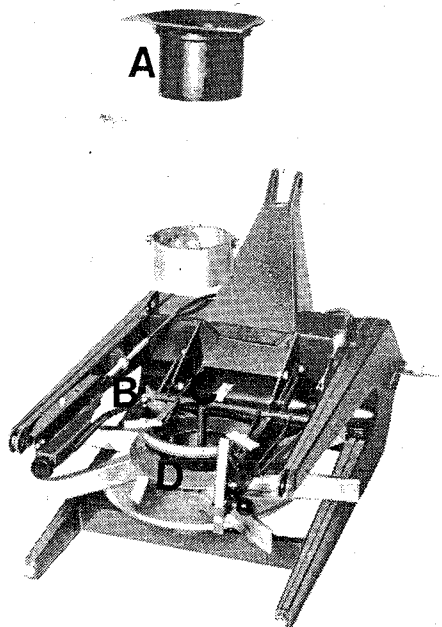

Fig. 23
- Løsn bolten B og afmonter gødningsskålen A ved at dreje den fri af sit styr. (Fig. 23)
- Loosen the bolt B and dismount the dosing cup A by turning it free of its guide. (Fig. 23).
- Lösen Sie die Schraube B und bauen Sie den Dosierbehälter A ab. (Fig. 23).
- Pour nettoyer le pourtour de la goulotte de distribution (A), la démonter (Fig. 23) simplement en dévissant le boulon (B) et en la faisant tourner dans ses guides
- Dévisser également l'agitateur (C) et le disque (D) afin de vous assurer que ces pièces sont parfaitement propres. (Si les pales du disque sont faussées ou usées, changer le disque)